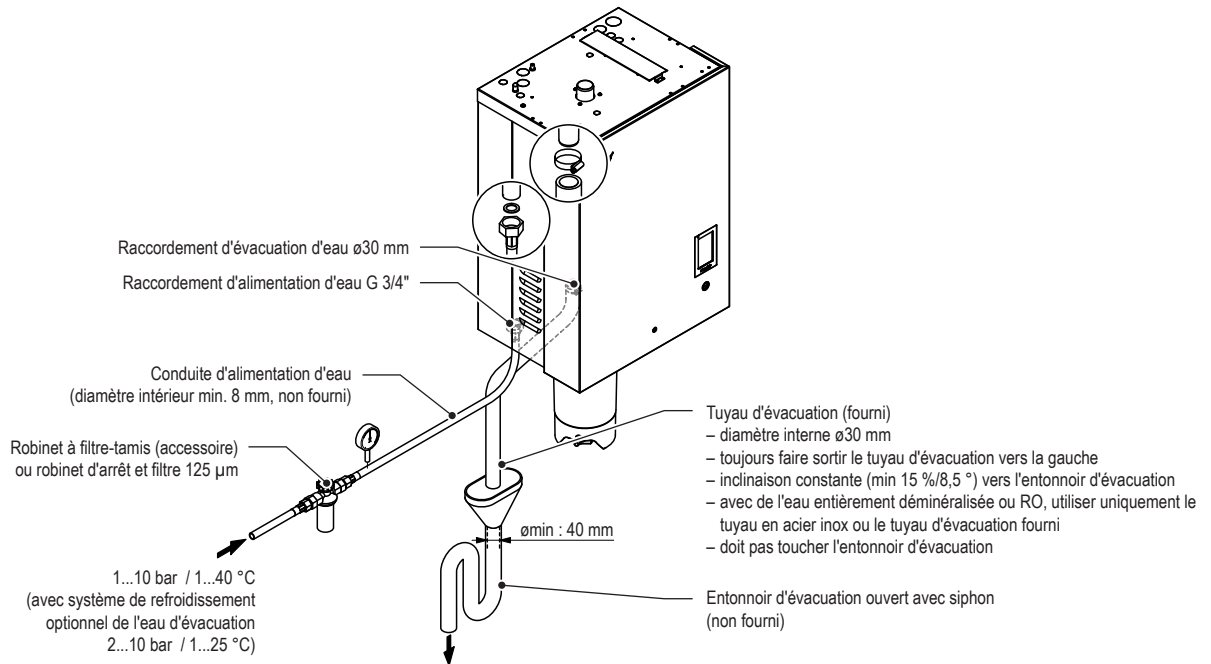

Fig. 20: Aperçu de l'installation hydraulique pour appareils individuels Petits ("S") et Moyens ("M")
- Toujours faire sortir vers la gauche le tuyau d'évacuation fourni du raccord d'évacuation puis le faire descendre jusqu'à l'entonnoir d'évacuation (voir Fig. 20).